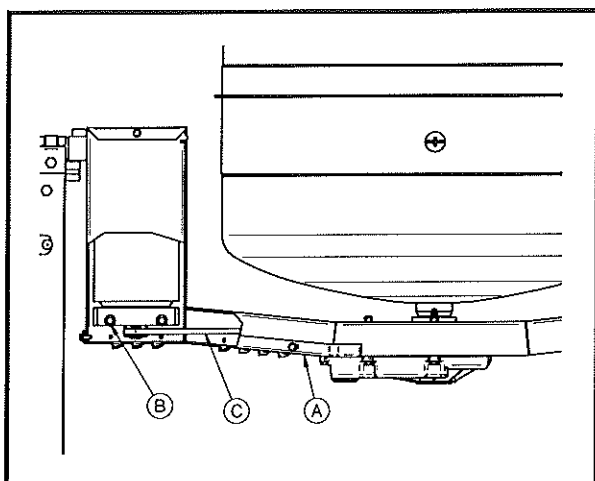
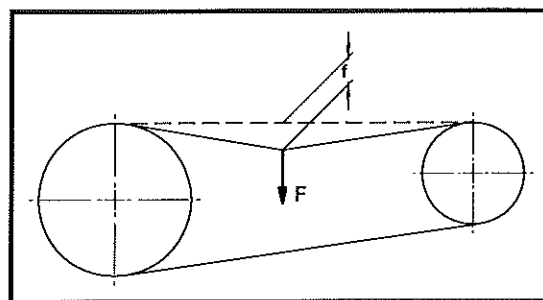

FIG. 8
FIG. 9
2. Extraer la protección de la correa (ref.A, fig.8) destornillando los tornillos que la bloquean.
3. Aflojar los 4 tornillos (ref.B, fig.8) que bloquean el soporte del motor eléctrico y tensar la correa (ref.C, fig.8) por medio de dicho soporte: si la tensión de la correa es correcta, aplicando una fuerza de $F=0.6 \text{ Kg}$ aproximadamente en el centro del tramo libre de la correa, la flecha deberá indicar $f=5 \text{ mm}$ aproximadamente (fig.9).
4. Al final del tensado atornillar los 4 tornillos (ref.B, fig.8).
5. Volver a montar la protección de la correa (ref.A, fig.8) con los respectivos tornillos.
3. Aflojar los 4 tornillos (ref.B, fig.8) que bloquean el soporte del motor eléctrico y aflojar la correa (ref.C, fig.8) por medio de dicho soporte hasta hacerla salir de las poleas del motor eléctrico y del reductor.
correa es correcta, aplicando una fuerza de $F=0.6 \text{ Kg}$ aproximadamente en el centro del tramo libre de la correa, la flecha deberá indicar $f=5 \text{ mm}$ aproximadamente (fig.9).
6. Al final del tensado atornillar los 4 tornillos (ref.B, fig.8).
7. Volver a montar la protección de la correa (ref.A, fig.8) con los respectivos tornillos.